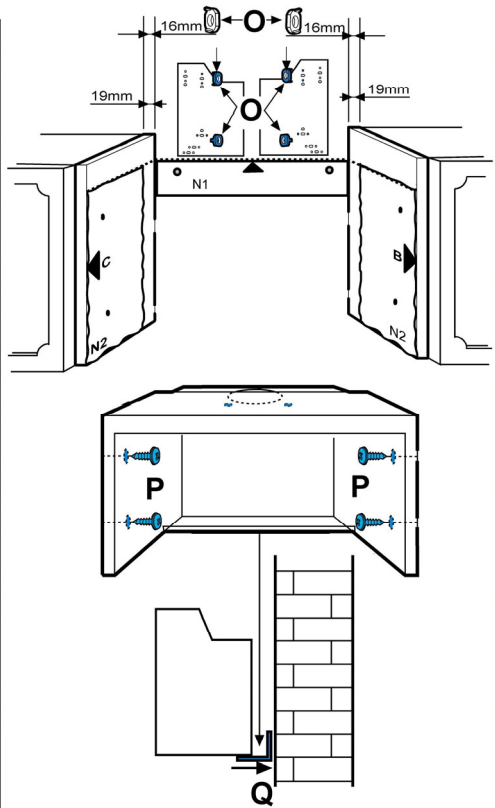

Fig. 8
- a. Verwenden Sie die Bohrschablone **N2** (*), setzen Sie die Schablone auf die vorderen Ränder des Dunstabzughaubenschrank (rechter Schrank, Seite B) – (linker Schrank, Seite C) **OHNE DIE DICKE DER KLAPPEN ZU BERÜCKSICHTIGEN**, bohren Sie wie angegeben. **Bild 8**
Abstandhalter **O** (*) an den Seiten der Dunstabzugshaube an, dort, wo sich auch die Löcher befinden, die für den Durchgang der Schrauben zur Befestigung an den Schrankwänden dienen. **Bild 8**.
- f. Befestigen Sie die Dunstabzugshaube an den seitlichen Schrankwänden mit 4 Schrauben **P**. **Bild 8**